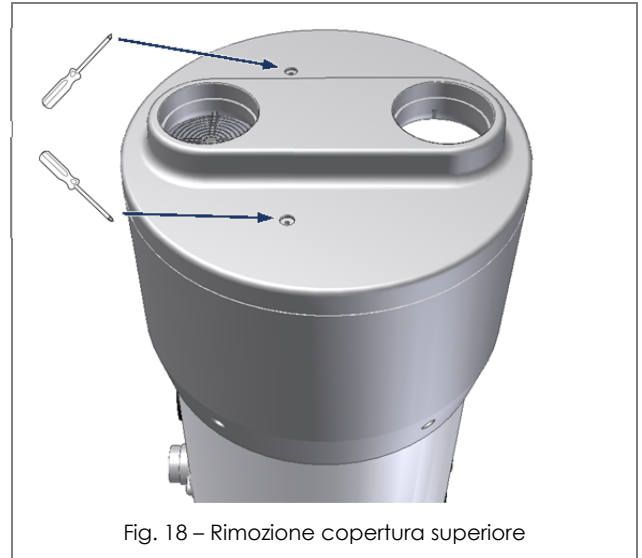

Fig. 18 – Rimozione copertura superiore
- Rimuovere la copertura superiore svitando prima le apposite viti di bloccaggio (Fig. 18);